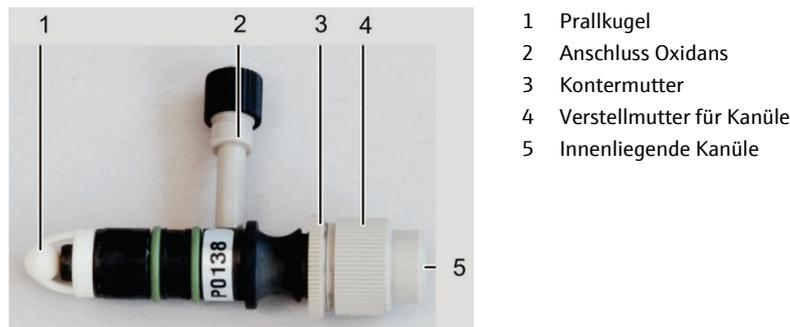

Bild 62 Einzelteile des Zerstäubers
Kontermutter (3 in Bild 62) lösen.
Kanüle mit Verstellmutter (4 in Bild 62) in der Tiefe verstellen.
8. Nach Abschluss des Justiervorgangs Einstellung mit Kontermutter (3 in Bild 62) sichern.